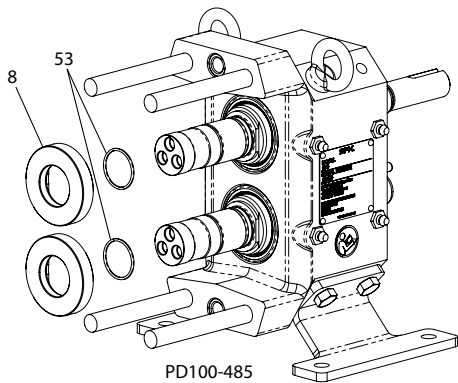

Figura 34 - Remover Assentos da Vedação
1. Remova os assentos da vedação (Figura 34, item 8) dos eixos. Tome cuidado para evitar danos aos assentos ou eixos.
2. Remova e inspecione os anéis em O (item 53).